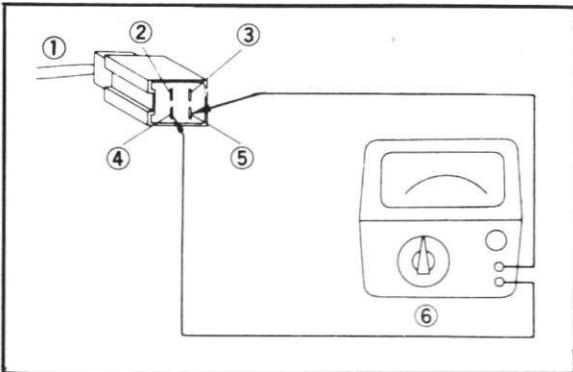

Fig. 6-1-15
g. For resistance test No. 3, hook the two ohmmeter probes to the red/white wire and black wire. (Fig. 6-1-15)
g. Essai No. 3: raccorder les sondes de l'ohmmètre aux fils rouge/blanc et noir. (Fig. 6-1-15)
g. Für die Widerstandsprüfung Nr. 3 sind die zwei Anschlüsse des Ohmmeters mit dem rot/weißen Draht und schwarzem Draht zu verbinden. (Abb. 6-1-15)